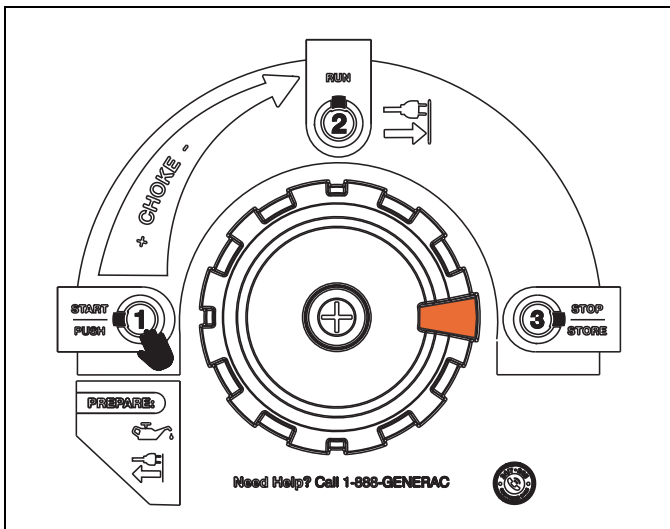

Figura 3-4. Posición STOP (Parada) de PowerDial
3. Vea la Figura 3-4. Gire el PowerDial en sentido contrahorario a la posición STOP (Parada). Esto parará el motor e interrumpirá el flujo de combustible cerrando la válvula de combustible.